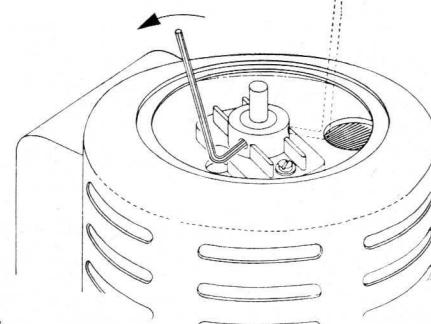

Fig. 5
- Desserrer les 2 vis à 6 pans creux M5, à l'aide de la clé jointe à cet effet (fig. 5).